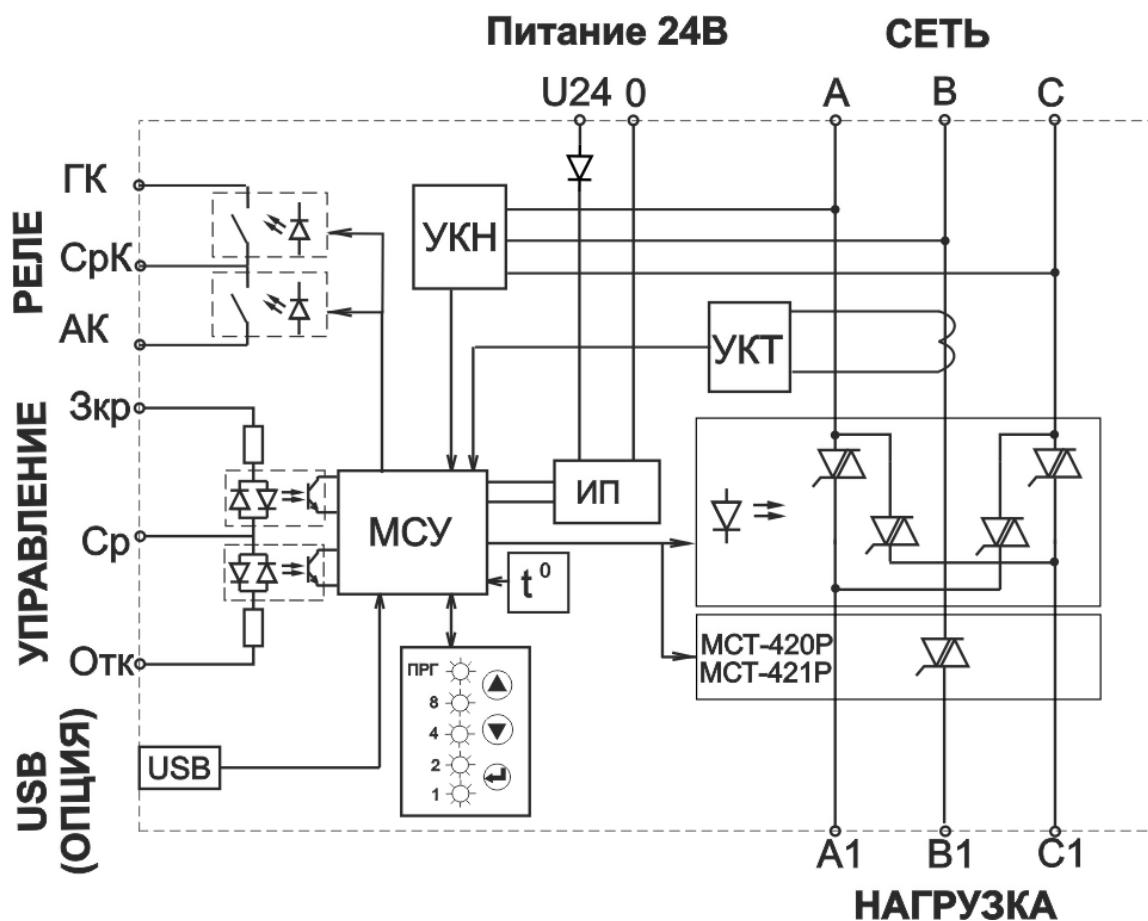

Рисунок 2 – Функциональная схема пускателей MCT-320P, MCT-321P, MCT-420P, MCT-421P
1.5.5 Функциональная схема пускателя приведена на рис. 2.